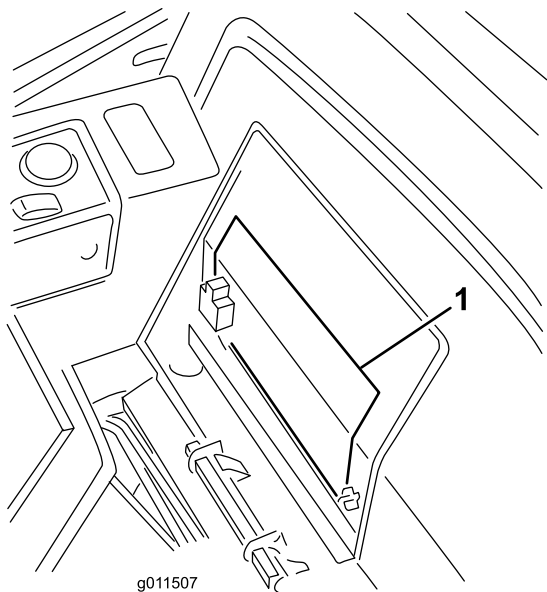

Figura 56
2. Retire a cobertura da bateria (Figura 56).